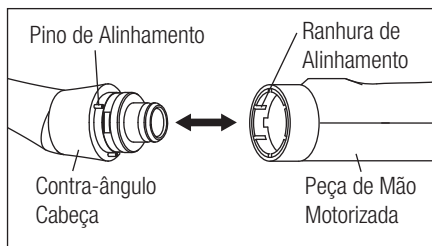

Fig. 2
- 2) Empurre o contra-ângulo até os pinos de alinhamento encaixarem nas ranhuras respectivas da peça de mão motorizada. O contra-ângulo pode ser montado em 6 ângulos diferentes. (Fig. 2)